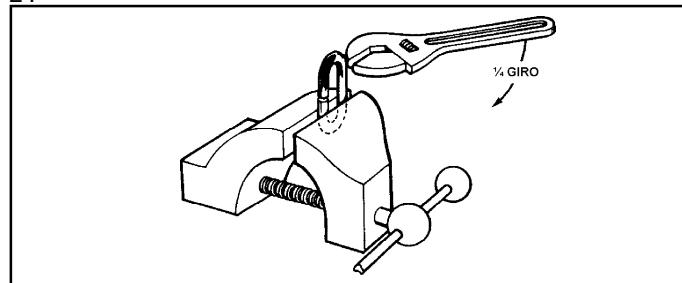

Figura 2-2.
b. Ubique la llave en la parte superior del eslabón, ajuste las mordazas. Luego, gire el eslabón hasta abrirllo lo suficiente para insertar los extremos de la cadena que se enlazarán. Ver Figura 2-2.